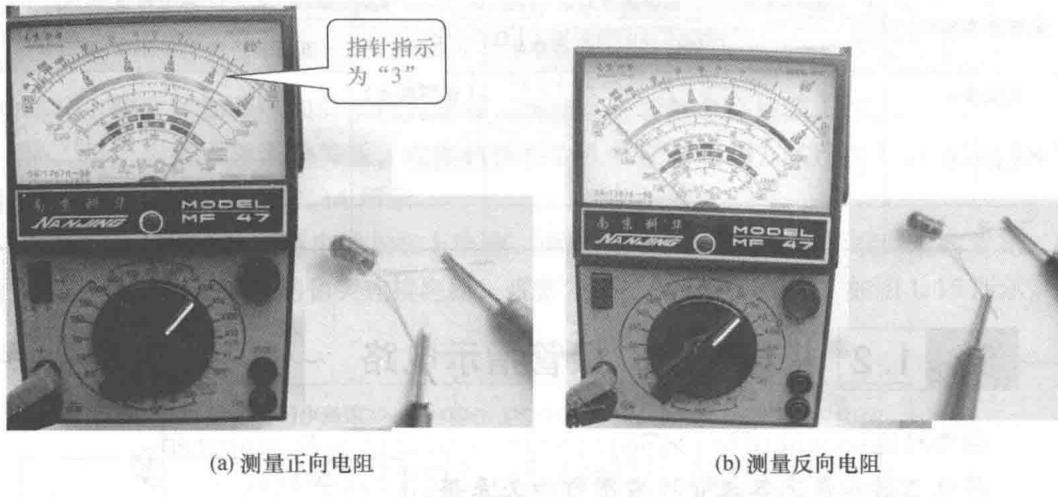

图1.11 测量发光二极管的正、反向电阻
4) 观察并记录读数,如图1.11(a)所示。指针指在第一条刻度线的“3”处,乘以挡位倍率数10k就为实际测量值,即正向电阻为 $30\text{k}\Omega$ ,还能看到发光二极管发光。
测量方法同上,只是测量时黑表笔接发光二极管的负极,红表笔接发光二极管正极,如图1.11(b)所示,其反向电阻很大。